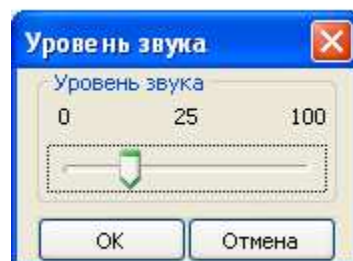

Рисунок 8. Окно "Уровень звука"
- кнопка «**Установить уровень звука...**». Кнопка активна для СИ, имеющих регулируемые средства звуковой сигнализации. Позволяет установить необходимую громкость звучания и проконтролировать ее. По нажатию кнопки «Установить уровень звука ...» отображается окно «Уровень звука» (Рисунок 8). Корректировка уровня звука производится перетаскиванием указателя при помощи мышки. Установленному значению уровня соответствует условное число (в диапазоне от 0 до 100), отображаемое в центре окна. Выбранное значение записывается в память СИ после клика на кнопке «Ок»;